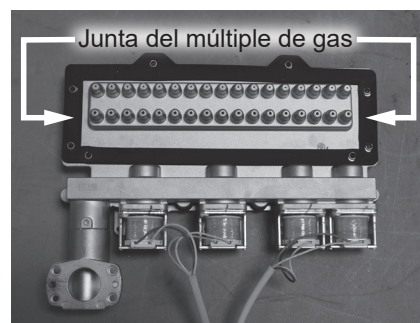

Figura 95 - Reemplazo de la junta del múltiple de gas
- 27** Ubique la junta del múltiple de gas que se incluye con el kit. Use un raspador de plástico para raspar suavemente la junta de aislamiento antigua y sacarla del múltiple de gas. Confirme que la superficie del conjunto no tenga residuos ni restos de aislamiento. Instale la nueva junta en el múltiple de gas. Consulte la Figura 95.